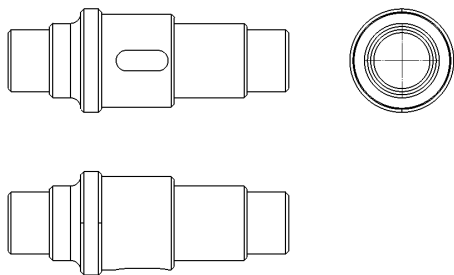

图 12-54 打开工程图文件
(1) 单击常用工具栏中的【打开】按钮, 打开一幅工程图文件, 如图 12-54 所示。